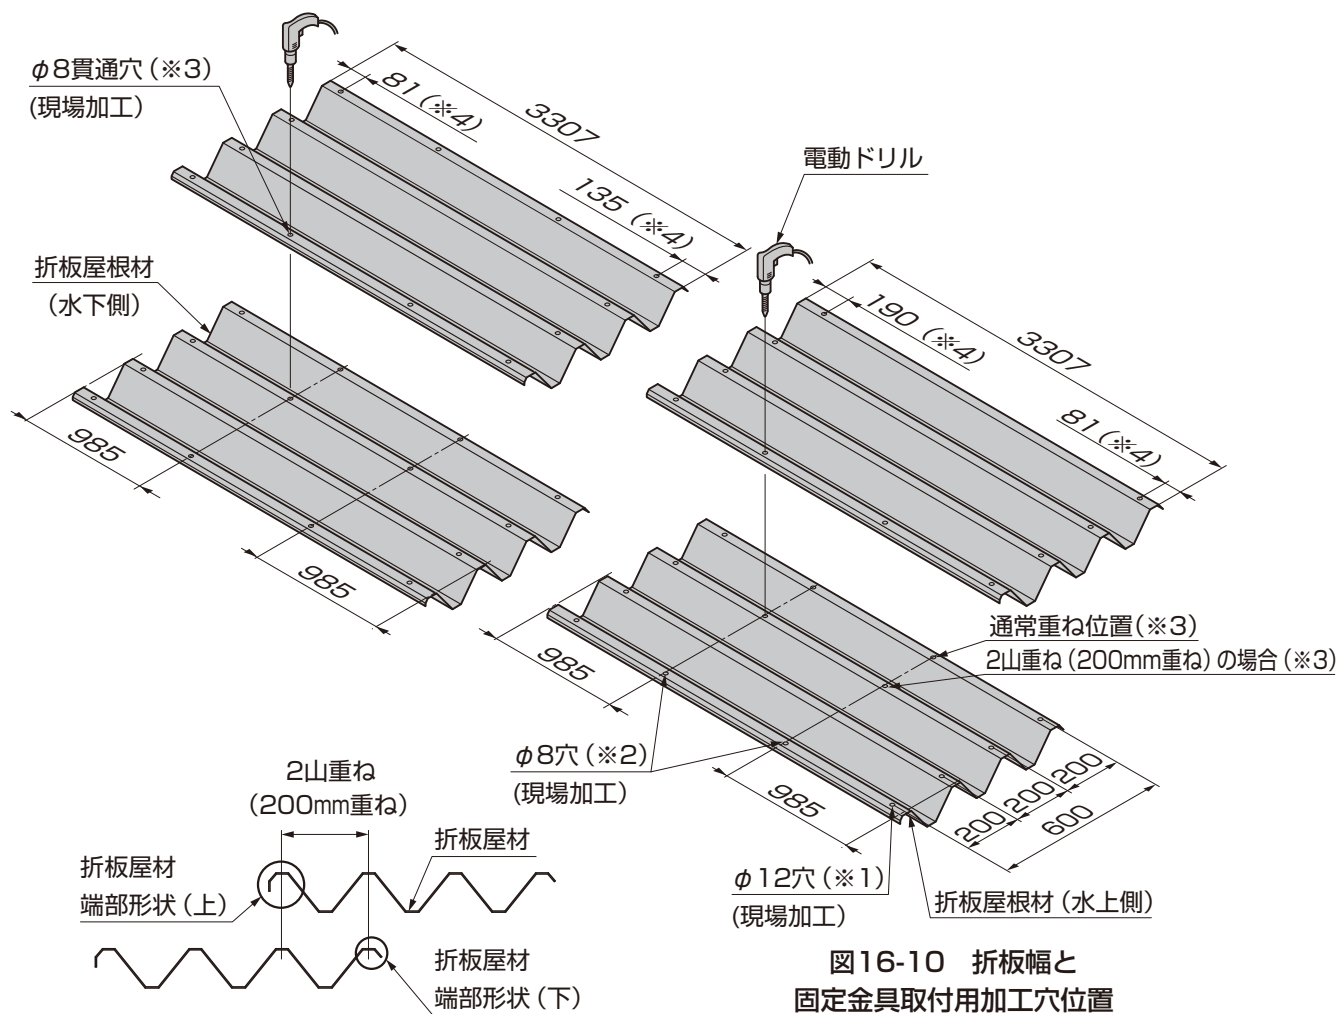

図16-11 折板屋根材の上下
- 横延長(L60)の場合、正面から2枚目は2山(200mm)重ね合わせてください。(図16-11参照)
- 折板屋根材の端部形状には上下がありますので、図16-11にしたがって重ねあわせてください。